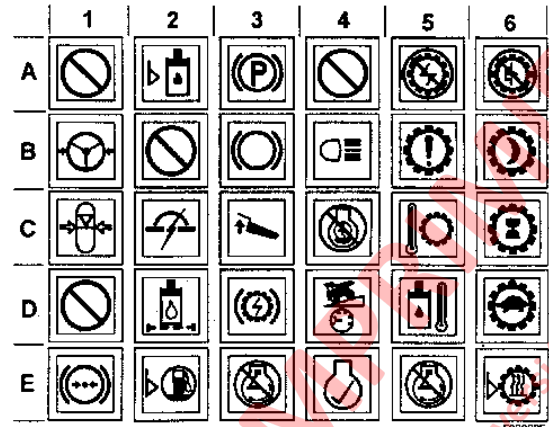

FIGURA 3-4 LUCES DE ESTADO/ADVERTENCIA
4. En los pasos 1-17 en la Tabla II active cada salida discreta destacándola y luego presione {enter}. Después de verificar la salida presione {enter} para desactivar. Consulte la Figura 3-4 para ubicación y color de la luz.
- ☐ Cuando realice el paso 1 en la Tabla III y si el camión está equipado con regulador de luces de advertencia/precaución, ajuste el regulador y verifique que la intensidad de las luces indicadas por * en la Figura 3-4 se pueda cambiar. (El resto de las luces se mantendrá con toda su intensidad sin considerar la posición del control del regulador).